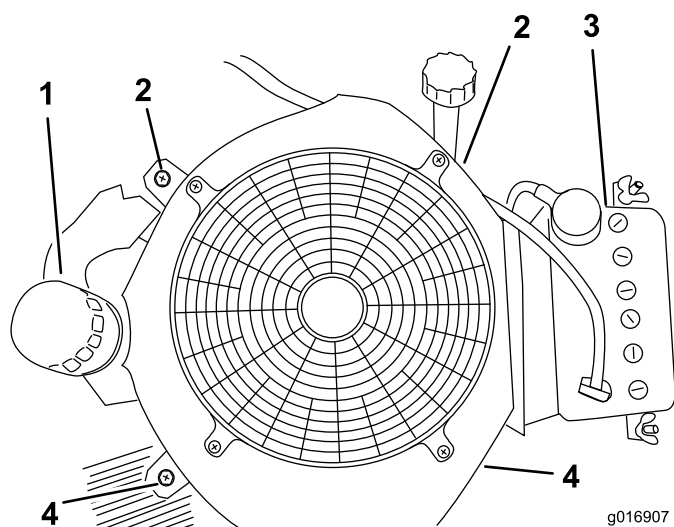

Figure 78
6. Retirez les deux vis à gauche et à droite du boîtier de ventilateur, comme illustré à la Figure 78.